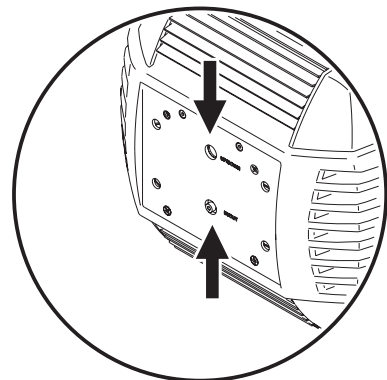

Figure 4: Vis d'alignement de la lampe
- 2 Centrez le point chaud verticalement avec la vis Allen située au centre du panneau d'accès à la lampe (voir figure 4). Si le point chaud est important, tournez la vis d'alignement du bas dans le sens antihoraire pour uniformiser le faisceau. Si le faisceau est plus fort au bord qu'au centre, ou si l'intensité vous paraît faible, tournez la vis du bas dans le sens horaire jusqu'à ce que l'uniformité soit optimale..